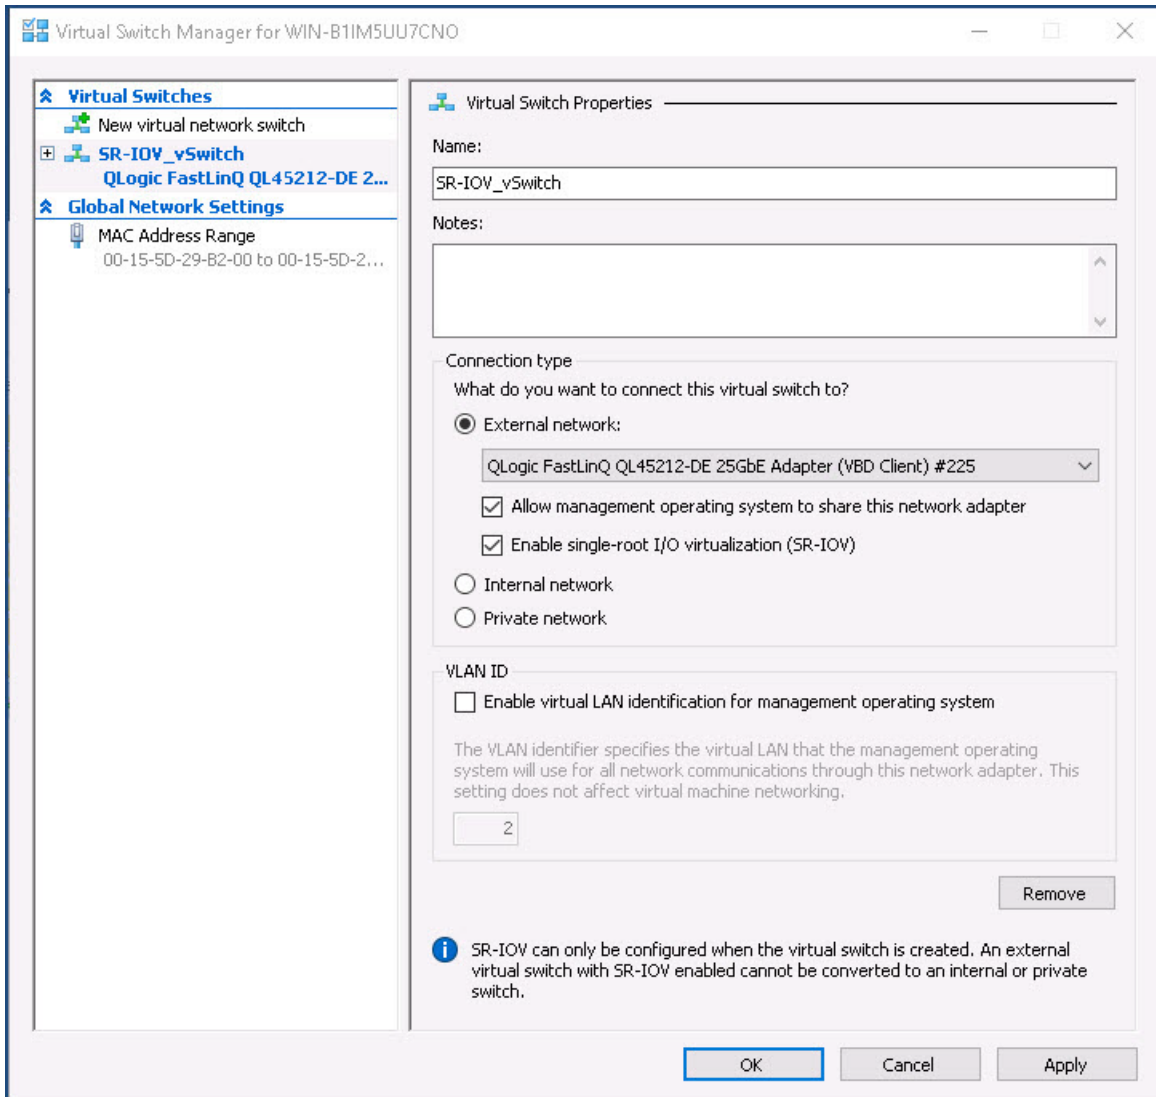

Figure 8-4. Gestionnaire de commutateur virtuel : Activation de SR-IOV
10. Pour créer un commutateur de machine virtuelle avec SR-IOV (Figure 8-4 à la page 100) :